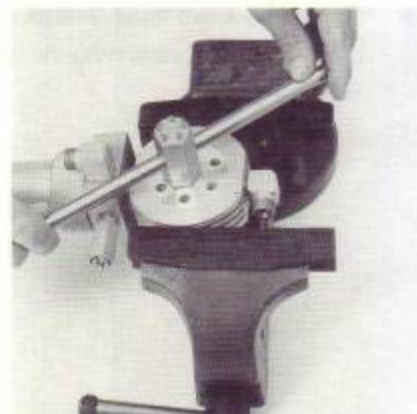

Abb. 8
- Unscrew the intake valve (4) with the special wrench (part no. KB 4555-645). (see fig. 8).
- Séparer le refroidisseur intermédiaire du 2ème/ 3ème étage (6) du filtre intermédiaire (8).
- Séparer le refroidisseur final (7) de la tête de soupape.
- Dévisser la vis de pression (5) pour la soupape de pression (3) d'environ 2 tours.
- Dévisser les vis à six pans creux (9) à l'aide d'une clé de 5 mm.
- Enlever la tête de soupape (1) et le couvercle de la tête de soupape (2) avec le séparateur intermédiaire.
- Fixer avec précaution la tête de soupape (1) dans l'étau. (Voir ill. 7).
- Desserer la soupape de refoulement (3) à l'aide d'une clé plate de 13 mm et l'enlever à l'aide de 2 tournevis. (Voir ill. 7).
- Dévisser la soupape d'aspiration (4) à l'aide de la clé spéciale, no. de commande KB 4555-645. (Voir ill. 8).
- Saugventil (4) mit Spezialschlüssel Best.-Nr. KB 4555-645 herausschrauben. (Siehe Abb. 8).
- Always replace o-ring (8).
- When reassembling the discharge valve (3), grease o-ring (8) slightly with vaseline.
- Carefully press in the pressure valve (3) (do not tilt!)
- Screw the intake valve (4) tightly with the special wrench (part no. KB 4555-645). (see fig. 8). The cutting ring must cut into aluminium.
- O-Ring (8) generell erneuern.
- Bei Montage des Druckventils (3) den O-Ring (8) leicht mit Vaseline einfetten.
- Druckventil (3) vorsichtig eindrücken (nicht verkanten).
- Saugventil (4) mit dem Speziälschlüssel Best.-Nr. KB 4555-645 fest einschrauben. Schneidring muß sich ins Aluminium einschneiden. (Siehe Abb. 8).